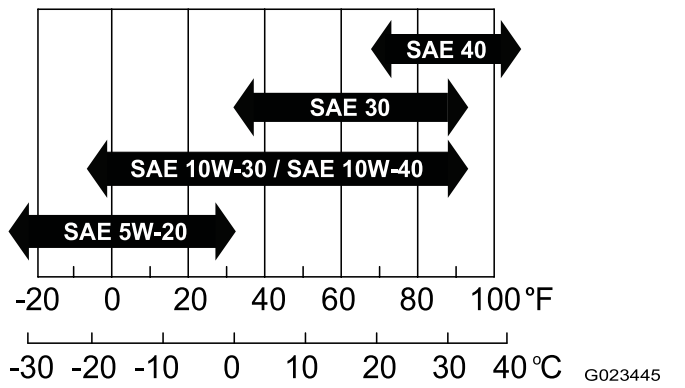

图13
- **粘度：** SAE 30；请参阅下表了解其他粘度（图13）：